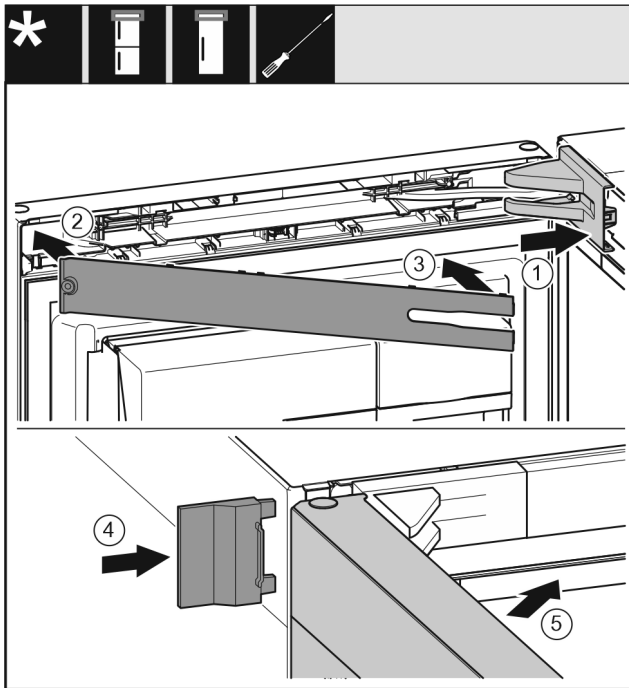

Fig. 73
- ▶ 放上并插入托架盖 Fig. 73 (1)，如有必要小心地按压分开。
- ▶ 盖上隔板 Fig. 73 (2)。
- ▶ 转入隔板 Fig. 73 (3) 并卡入到位。
- ▶ 插入外盖 Fig. 73 (4)。
- ▶ 关闭冰箱上方门 Fig. 73 (5)。